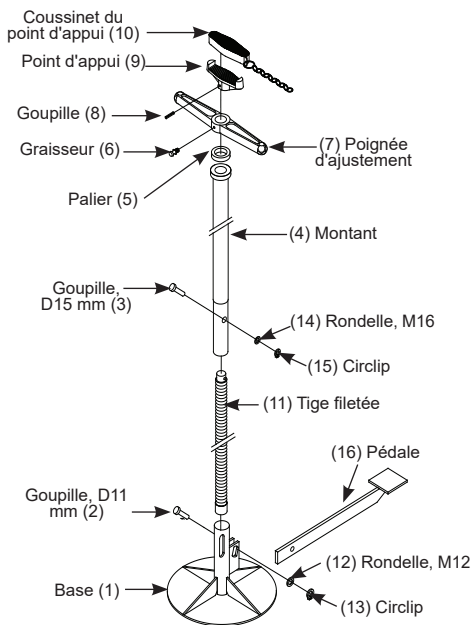

Figure 2 : Pièces du modèle 31501
- b. **Pour le modèle 31501 (voir figure 2) :**
- i) Insérez l'assemblage du montant dans la base (1) en plaçant la fente à la verticale vis-à-vis du support de la pédale et fixez-le à l'aide de la plus grosse goupille, d'une rondelle et d'un circlip (3, 14 et 15).
- ii) Insérez la pédale (16) dans la fente de la base (1) et fixez-la avec la goupille restante, la rondelle et le circlip (2, 12 et 13).